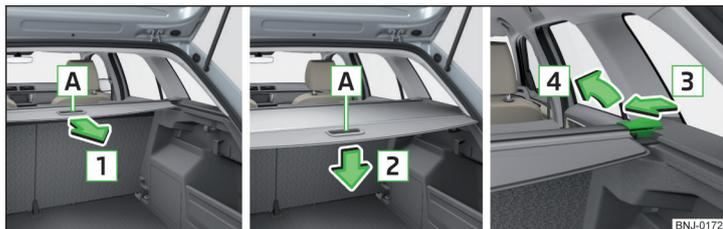

Fig. 102 Cache enroulable : extraction et enroulement / extraction
» fig. 102.
- Appuyez sur le côté de la barre transversale dans le sens de la flèche [3] et retirez le couvre-bagages dans le sens de la flèche [4] » fig. 102.
- Appuyez sur le côté de la barre transversale dans le sens de la flèche [3] et posez le couvre-bagages dans le sens inverse de la flèche [4] » fig. 102.